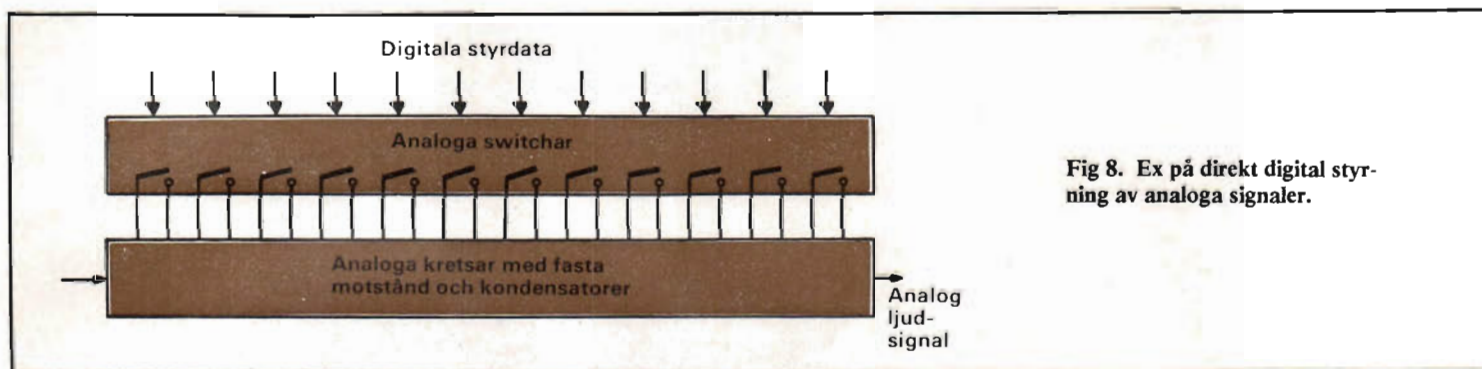

Fig 8. Ex på direkt digital styrning av analoge signaler.
I och med tillgången av snabba analoge switchar (2) har direkt digitalstyrda apparater kunnat utvecklas. Metoden går ut på att det digitala styrdata direkt får styra analoge switchar som kopplar in och ur motstånd och kondensatorer i den elektroniska kretsen, så att önskad prestanda erhålls, se fig 8.